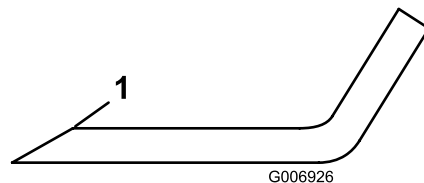

Figura 73
3. Controllate i taglienti di tutte le lame, e affilateli se fossero ottusi o scheggiati. Affilate soltanto la parte superiore del tagliente e mantenete l'angolo di taglio originale per garantire l'affilatezza (**Figura 73**). La lama rimane bilanciata soltanto se viene rimossa una quantità uguale di metallo da entrambi i taglienti.